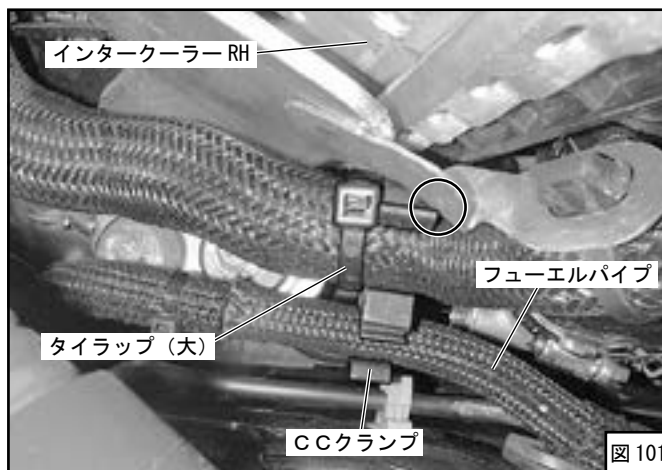

図 101
- (44) C C クランプをインタークーラー RH 下のホースに取付け、もう一方でフューエルパイプを固定してください。向き、位置は図 101 を参照してください。(図 101)
回り止めのため C C クランプのツメ部を図 101 丸印部に当てるようにしてください。
- (45) C C クランプずれ防止のため、タイラップ (大) をホースに取付けてください。(図 101)